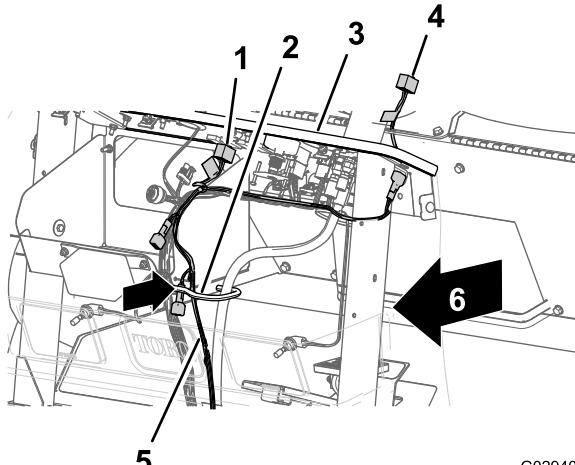

Figure 15
3. Faites passer la branche tableau de bord de 240 cm du faisceau de câblage par le passe-câble de l'ouverture dans le tablier avant et à l'intérieur du crochet de câble et de flexible (Figure 15).